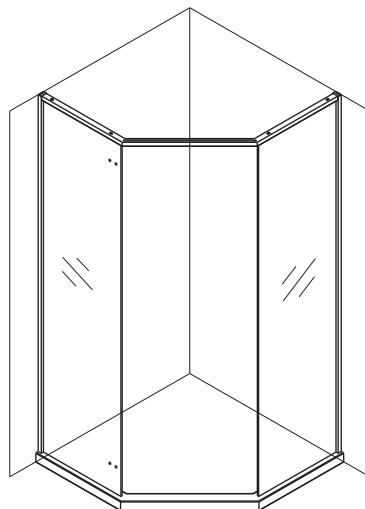

图3
4.先将固定玻璃分别卡入边柱型材中，然后将万向接头组件固定在石基上固定两边固定玻璃。(如图3,3-1,3-2所示)。